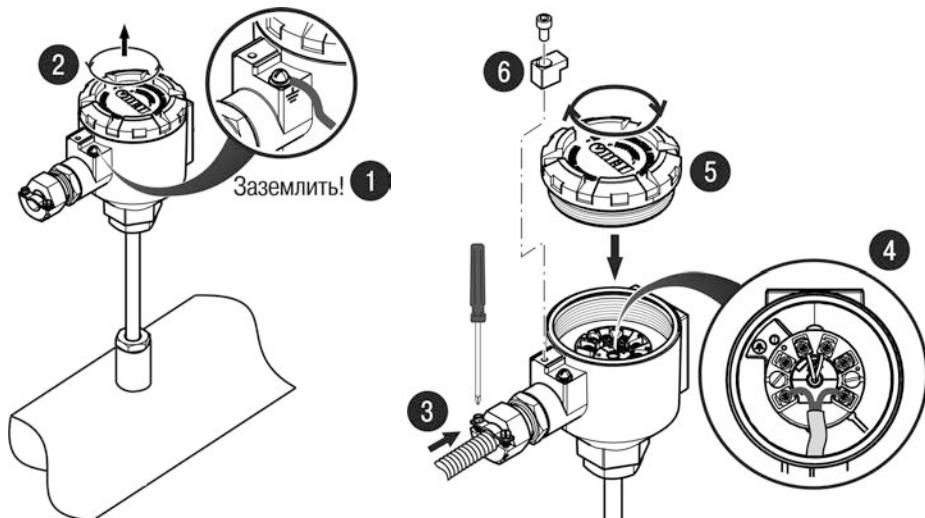

Рисунок 7.1 – Монтаж внешних электрических цепей
- b) выполнить подключение внешних связей (см. рисунок 7.1):